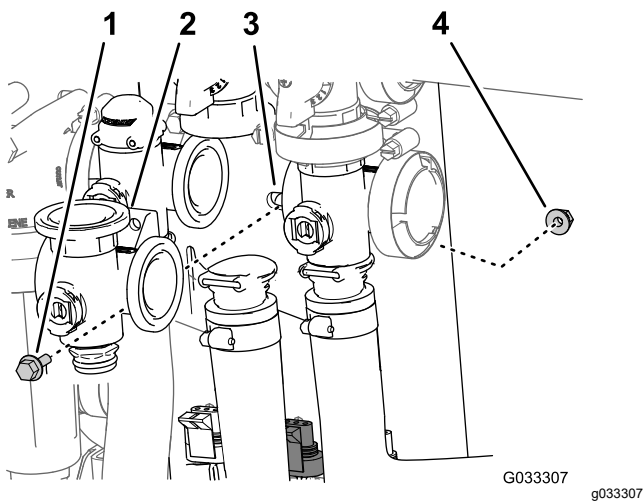

Figura 70
3. Rimuovete il bullone a testa flangiata e il dado di bloccaggio flangiato che fissano la valvola dell'agitatore al supporto della valvola e rimuovete il collettore della valvola dalla macchina (Figura 70).